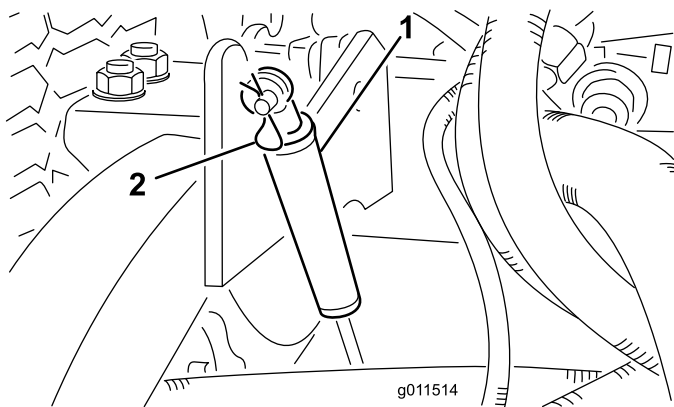

Figure 72
2. Retirez la goupille fendue qui fixe les amortisseurs aux bras de levage (Figure 72). Faites pivoter l'amortisseur vers le carter du plateau de coupe.